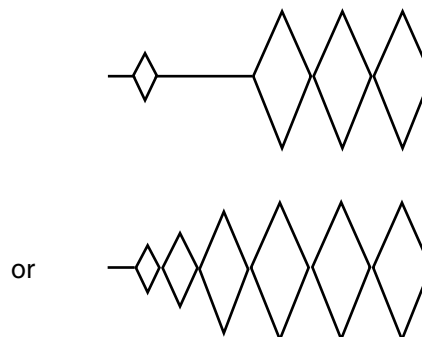

Fig. 4-8
- ④ Fig. 4-8 shows the RF waveform in which the indication will result in a bar indication in 3 mode (the ABS time CANNOT be read due to a missing or distorted waveform).
- ④ 図4-8は、③のモード時にバー表示（ABSタイムが読めない）になってしまう場合（波形抜けまたは波形つぶれ）のRF波形です。